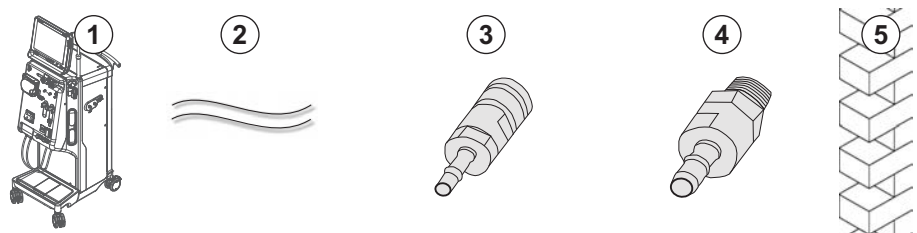

Fig. 4-7 Alimentazione centralizzata del concentrato con connettori Aquaboss
- Connettore femmina del concentrato (Fig. 4-7, ③ , lato apparecchiatura), materiale: EPDM 1.4529
- Raccordo filettato maschio di chiusura del concentrato, AISI 316L (④ , lato parete), materiale: EPDM 1.4529
1. Collegare il connettore femmina del concentrato ③ al tubo dell'alimentazione centralizzata del concentrato ② che proviene direttamente dall'apparecchiatura.
2. Collegare il connettore femmina del concentrato ③ al raccordo filettato maschio di chiusura ④ fissato alla parete.